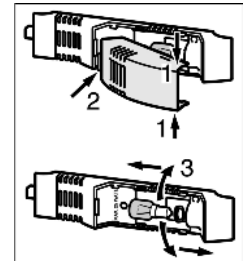

Fig. 16
- ▶ Возьмитесь за крышку лампы сверху и снизу *Fig. 16 (1)*.
- ▶ Выведите крышку лампы сзади из зацепления и снимите *Fig. 16 (2)*.
- ▶ Замените лампу *Fig. 16 (3)*.